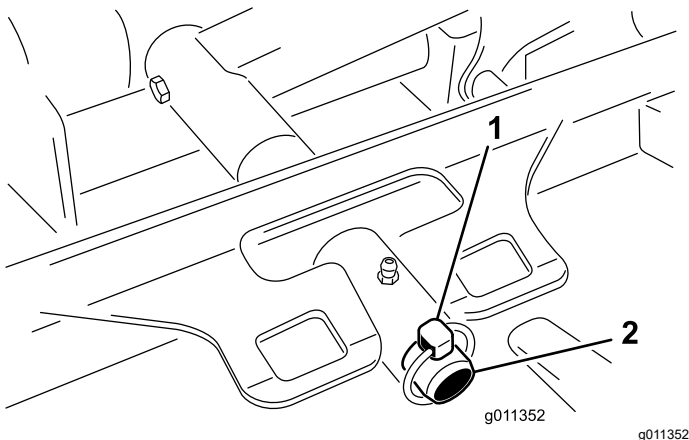

图 80
3. 卸下将滚刀组承载架固定至提升臂枢轴销的保险销仅限 Groundsmaster 4500 机器或锁紧螺母用于 Groundsmaster 4700 机器图 80。
2. 将滚刀组承载架滑动至提升臂枢轴销上图 80。用保险销用于 Groundsmaster 4500 机器或锁紧螺母用于 Groundsmaster 4700 机器将滚刀组固定到枢轴销上。